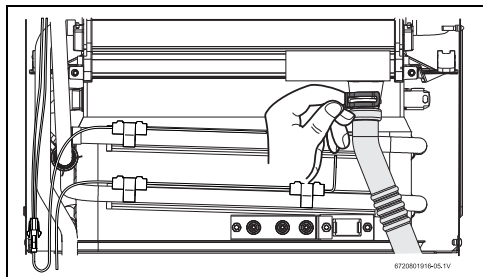

Fig. 62
- ▶ Rimuovere la fascetta e scollegare l'estremità del tubo di scarico condensa (Fig. 62 ).